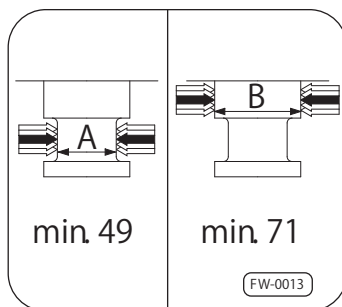

図11 第5輪用キングピンの
- SAF-HOLLAND社製のリミット・ゲージを使用して縦と横の両方の直径を計測して下さい。図11参照